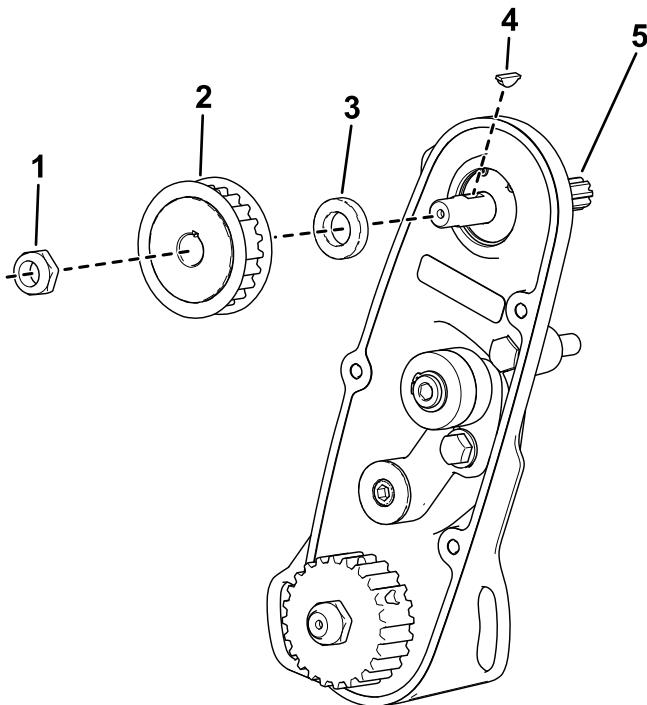

Figura 5
- Retire la tuerca, la polea, el espaciador y la chaveta (Figura 5).
- G. Retire el árbol de transmisión del molinete existente (Figura 5).